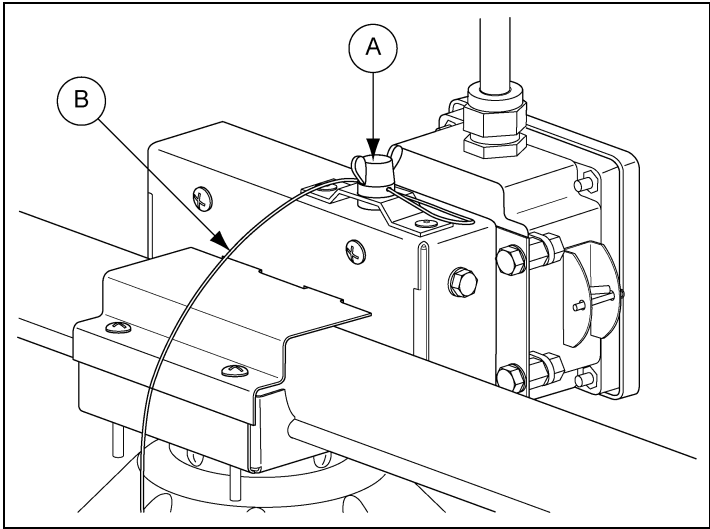

Рисунок 4V
- 4. Подсоедините регулировочные тросы уровня корма к гайке AZUMA, которая находится в верхней части управляющего лотка, как показано на Рисунок 4V. Описание регулировки уровня корма для получения необходимых результатов см. в сх. на стр. 17.